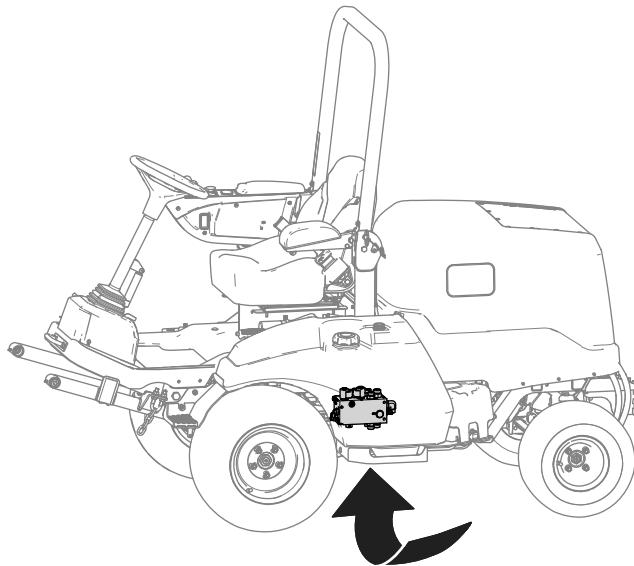

Рисунок 8
- A. Поместите сливной поддон под гидравлический коллектор (показанный на Рисунок 8).